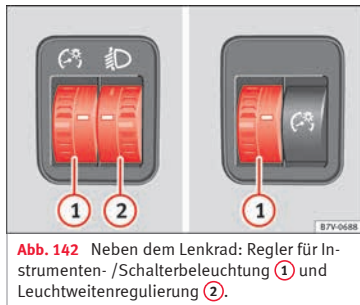

Abb. 142 Neben dem Lenkrad: Regler für Instrumenten- /Schalterbeleuchtung ① und Leuchtweitenregulierung ②.
① Instrumenten- und Schalterbeleuchtung
Bei eingeschaltetem Licht lässt sich die Helligkeit der Instrumenten- und Schalterbeleuchtung durch Drehen des Reglers »» **Abb. 142** ① regulieren.
② Leuchtweitenregulierung
Die Leuchtweitenregulierung »» **Abb. 142** ② passt je nach Einstellwert die Lichtkegel der Scheinwerfer stufenlos dem Beladungszustand des Fahrzeugs an. Dadurch hat der Fahrer bestmögliche Sichtverhältnisse und der Gegenverkehr wird nicht geblendet »» .
Zum Einstellen Regler »» **Abb. 142** ② drehen: